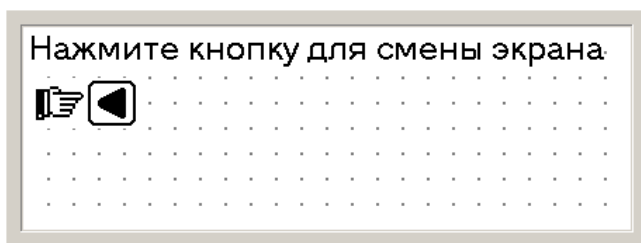

Рис. 4.12. Комментарии к функциональным кнопкам
9. После задания параметров функциональной кнопки можно разместить возле кнопки текст комментария (подсказки). Например: «Нажмите кнопку [◀] для смены экрана» (см. рис. 4.12).